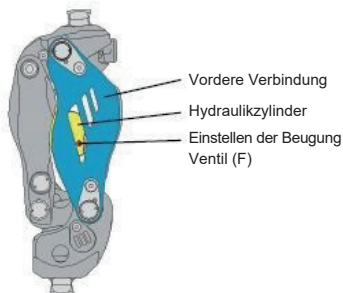
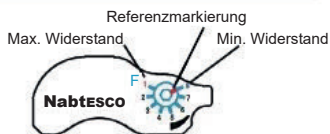

Fig. 11: Position des Ventils zum Einstellen der Beugung
Fig. 12: Skala des Ventils zum Einstellen der Beugung
Stellen Sie zunächst den Beugewiderstand ein. Wie gezeigt in Fig. 11 befindet sich das Beugeeinstellventil (F) vom Benutzer aus gesehen auf der rechten Seite. Wie gezeigt in Fig. 12 ist die Skala von „1“ bis „8“ abgestuft. „1“ entspricht dem höchsten hydraulischen Widerstand und „8“ dem niedrigsten.